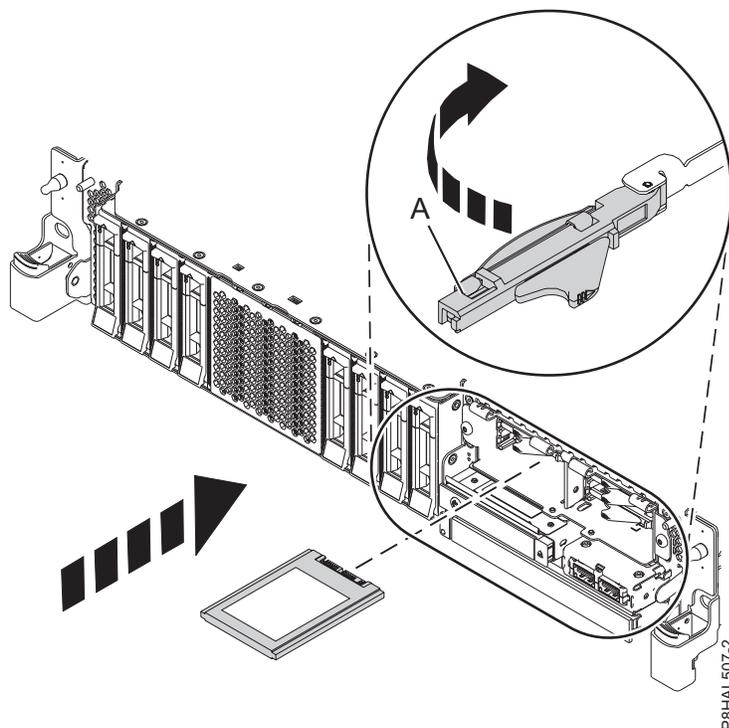

Figura 56. Substituir uma unidade SSD num sistema de função expandida
12. Com a pega do compartimento de unidade de SSD (A) na posição desbloqueada, puxe a alavanca para fora para ter acesso às calhas na ranhura de SSD. Apoie a parte inferior da SSD à medida que a alinha com as calhas na ranhura de SSD. Consulte Figura 56 na página 61.
16. Bloqueie a unidade ao rodar a pega do compartimento (A) na direcção demonstrada em Figura 56 na página 61.